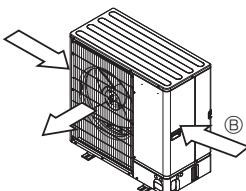

Fig. 2-6
- Ⓑ Poziționați unitatea astfel încât gura de evacuare a aerului să fie perpendiculară pe direcția din care bat vânturile sezoniere, dacă este posibil. (Fig. 2-6)